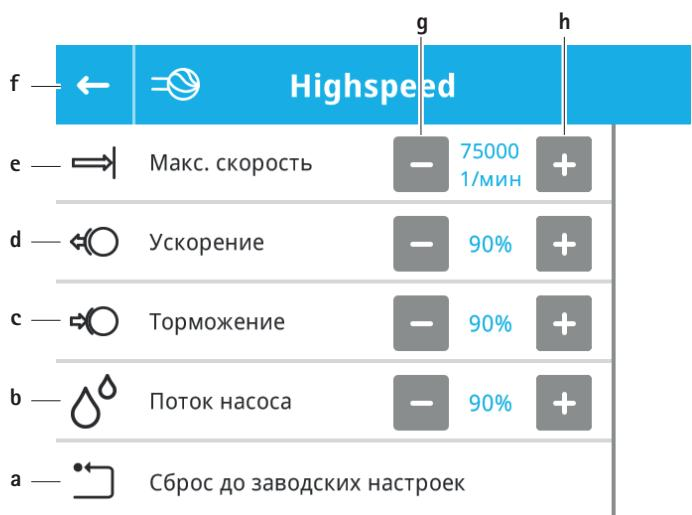

Рис. 11 Настройки мотора – выбранный тип рабочего элемента
- Открывается подменю выбранного типа рабочего элемента, см. Рис. 11.